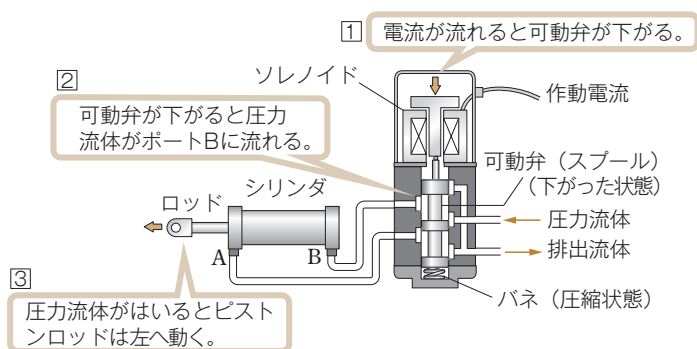

図8 シリンダの駆動機構
シリンダなどの動作を操作するために流れの方向を制御する弁を方向電磁弁^②という。基本的には本体とスプール(弁)で構成される(図8)。スプールはソレノイド(電磁石)で動かし、電気で弁を自動操作する。ソレノイドで操作する弁を電磁弁といい、ソレノイドの駆動用電源としては、一般に小形で使用圧力が比較的低いものには直流が用いられ、使用圧力が高いものには交流が用いられる。